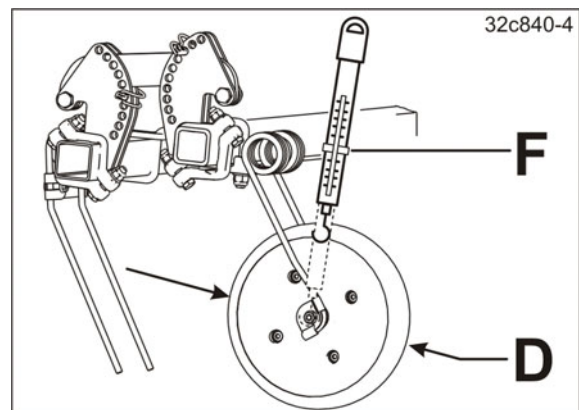

Bild 195
6. Kontrollera hjultrycket mot marken t ex med en fjädervåg (se Bild 195).